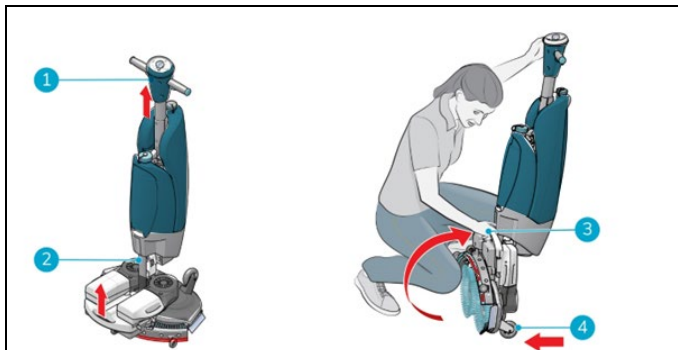

Figure 6
1. Assurez-vous que le tuyau d'aspiration (figure 6, pos. 2) est repoussé dans la machine afin qu'il ne puisse pas se faire pincer.
2. Accroupissez-vous et tenez la poignée (figure 6, pos. 1) d'une main tout en tenant le plateau de brossage (Figure 6, pos. 3) avec votre autre main.
3. Soulevez lentement le plateau de brossage jusqu'à ce qu'il soit à la verticale sur les roues avant (Figure 6, pos. 4). Guidez le corps vers le plateau de brossage jusqu'à ce qu'il s'enclenche en position de repos.